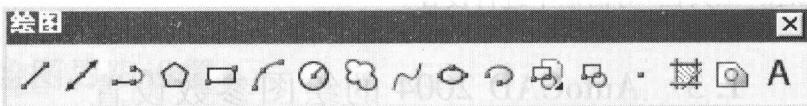

图 1-10 “绘图”工具栏
(2) “绘图”工具栏如图 1-10 所示是绘制常见实体的命令集，用于绘制各种线、弧、圆、椭圆和文字等二维图形。在缺省状态下该工具栏显示在 AutoCAD 2004 窗口的左侧，该工具栏中几乎所有的命令都可以在“绘图”菜单中找到。